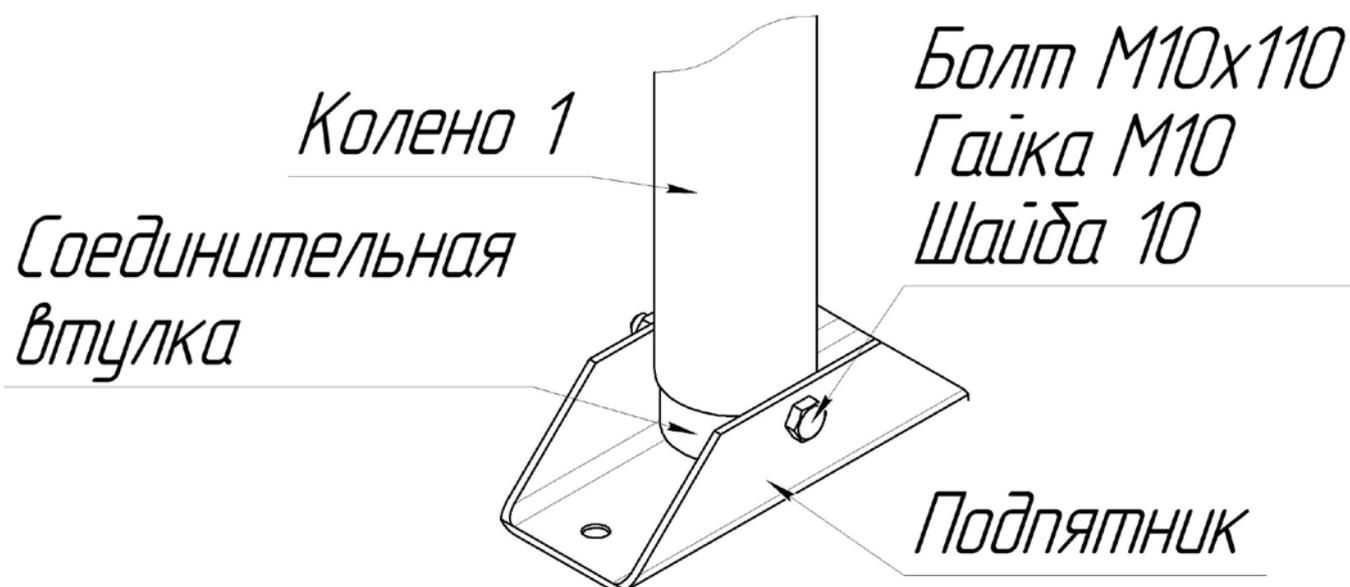

Рисунок 2 – Сборка колена с подпятником
6.3 Установить колено 1 в соединительную втулку подпятника. (Рисунок 2).